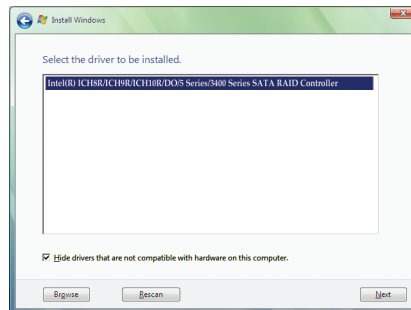

Figura 5
Quando aparecer uma tela conforme mostrada na Figura 5, selecione **Intel(R) ICH8R/ICH9R/ICH10R/DO5 Series/3400 Series SATA RAID Controller** e clique **Next**.